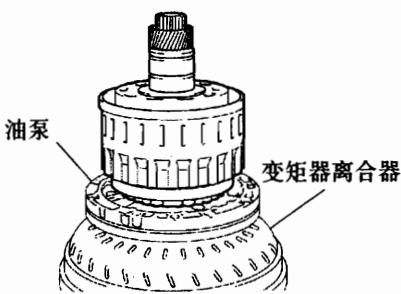
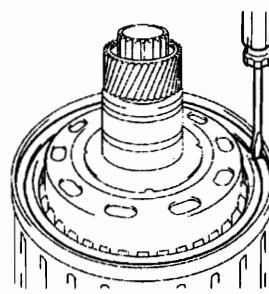

图 12-1-114
图 12-1-115
- (1) 如图 12-1-114 所示, 将油泵放置到变矩器离合器上, 然后将离合器鼓和输入轴总成放置到油泵上。
- (2) 拆下倒挡离合器毂分总成。
- ①如图 12-1-115 所示, 用螺丝刀从离合器鼓和输入轴总成上拆下卡环。